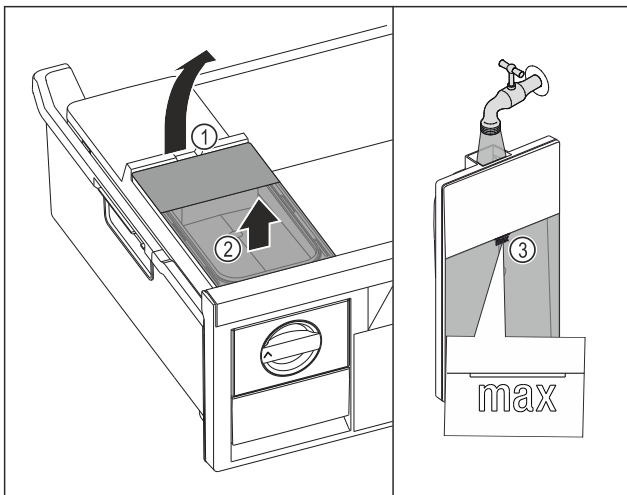

Fig. 72
- Wassertank an der Aussparung Fig. 72 (1) anheben.
- Wassertank nach oben entnehmen. Fig. 72 (2)
- Wassertank bis zur Markierung Fig. 72 (3) mit Trinkwasser befüllen.